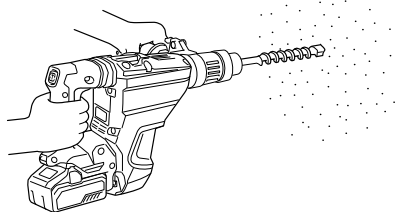

Fig. 20
1. Taladrar orificios (Fig. 20)